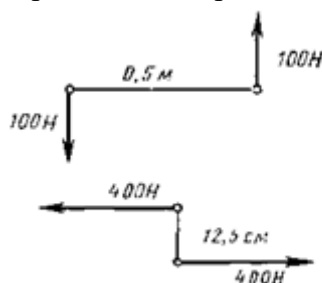

Рис. 6
8. Эквивалентны ли пары сил, изображенные на рис. 6?